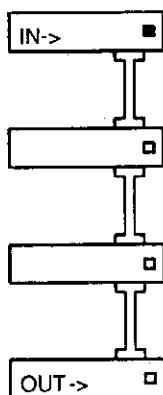

図 1.30 マクロモジュール
- 3) 2) で表示されるウィンドウの Ok をクリックするとワークスペースに以下(図 1.30)のようにマクロモジュールの入力ポート (IN → モジュール) と出力ポート (OUT → モジュール) を表示します。また、1) の操作を行なった場合は長方形で囲んだモジュールも表示します。このとき、ワークスペースにあったネットワークは表示しませんがそのままの状態で保存してあります。